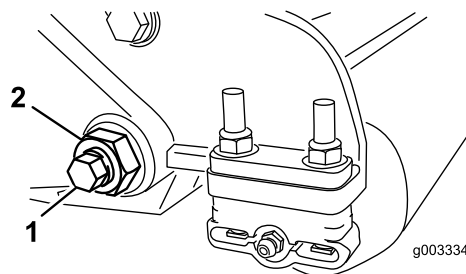
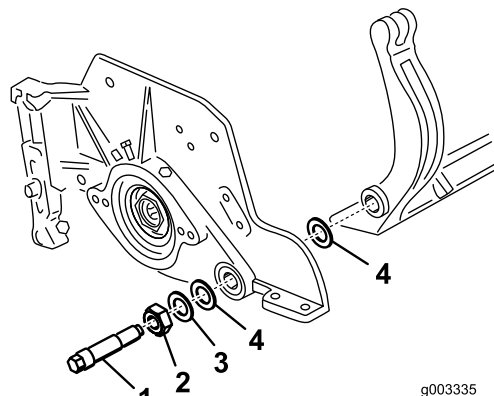

Figura 33
Figura 34
3. Su ciascun lato della macchina, allentate il dado di bloccaggio che fissa il bullone della barra di appoggio (Figura 33).
4. Togliete ciascun bullone della barra di appoggio consentendo alla barra di appoggio di essere tirata verso il basso e rimossa dal bullone della macchina (Figura 33). Considerate 2 rondelle in nylon e 1 rondella in acciaio stampato su ciascun lato della barra di appoggio (Figura 34).
- Posizionate una rondella in acciaio all'esterno di ciascuna rondella in nylon (Figura 34).